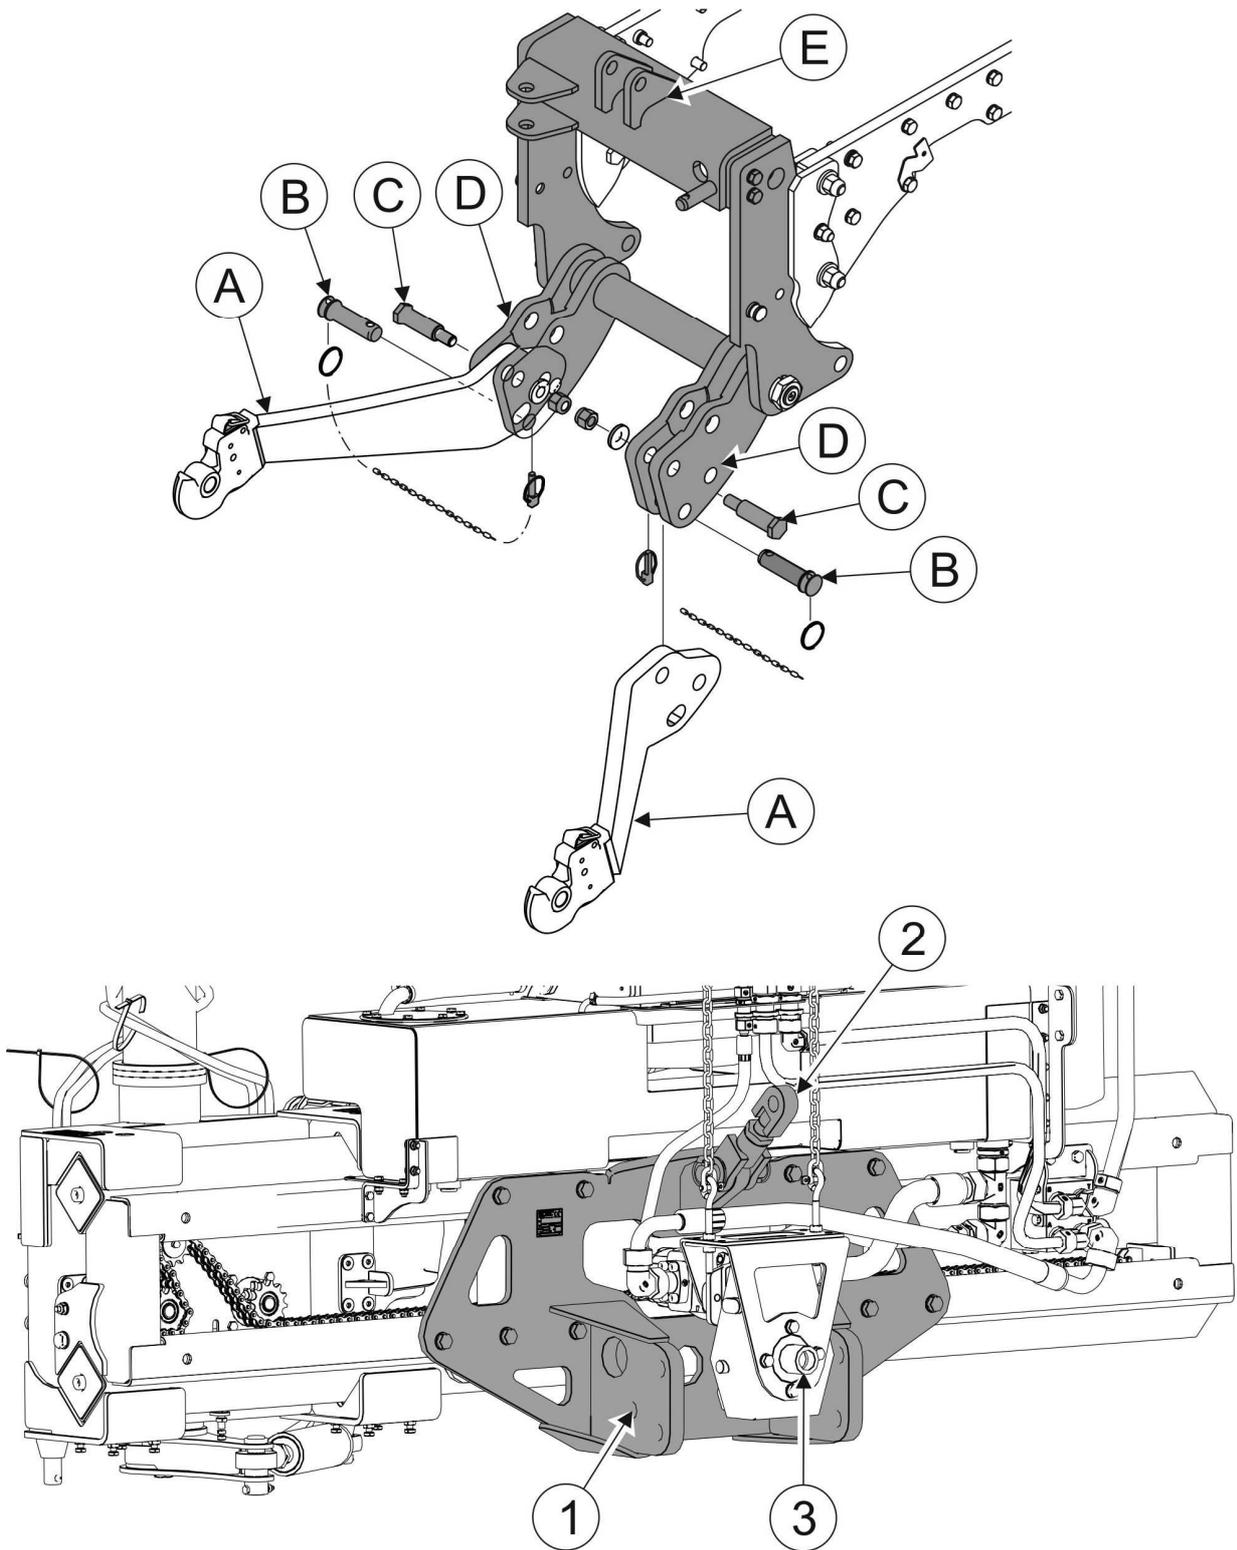

РИСУНОК 4.2 Подсоединение универсальной стрелы к трактору.
- демонтировать нижнее тягово-цепное устройство (А) передней трехточечной системы навески трактора (РИСУНОК 4.2)
- приблизить нижние кронштейны (1) адаптационной плиты системы навески стрелы к отверстиям в нижних кронштейнах трехточечной системы навески (D);
- соединить нижние кронштейны (1) адаптационной плиты с нижними кронштейнами (D) трехточечной системы навески трактора при помощи крепежных шкворней (B) и болтов (C). Крепежные шкворни заблокировать при помощи шплинтов.
- верхнее сцепное устройство (2) системы навески стрелы соединить с верхним кронштейном (E) трехточечной системы навески трактора и заблокировать шплинтом;
- подсоединить вал ВОМ и закрепить присоединение мультипликатора (3) к трактору;